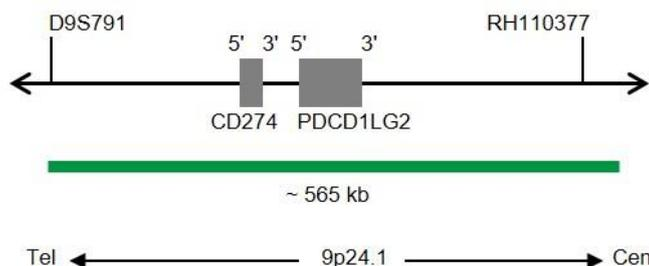

Fig. 1 : Carte de la sonde SPEC CD274,PDCD1LG2 (pas à l'échelle)
- Polynucléotides marqués au ZyGreen (excitation 503 nm/émission 528 nm) (~10.0 ng/μl), qui ciblent une séquence de 9p24.1* (chr9:5,253,553-5,819,972) hébergeant le groupe de gènes CD274,PDCD1LG2 (voir figure 1).